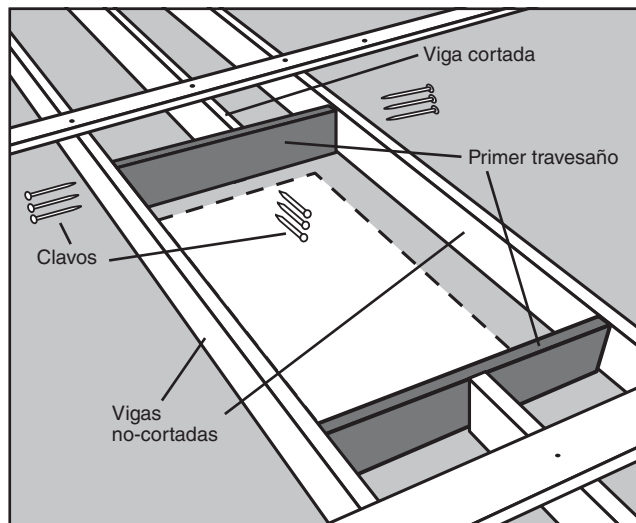

FIGURA 15
- PASO 3.** Coloque uno de estos travesaños contra el extremo de la viga(s) cortada (Vea la Figura 15). Éste debe encajar ajustadamente entre las vigas no-cortadas. Martille para colocarlo en su posición si es necesario; si el travesaño tiene 1/16" de más, recórtelo. Si tiene 1/16" de menos, corte otra pieza.
- PASO 4.** Coloque en ángulo recto el travesaño en la viga no-cortada(s) y clave con (3) clavos 16d el travesaño al extremo de la viga(s) cortada (Vea la Figura 15).
- PASO 5.** Verifique el travesaño en cuanto a ángulo recto, luego clave (3) clavos 16d a través de cada viga dentro de cada extremo del travesaño (Vea la Figura 15).